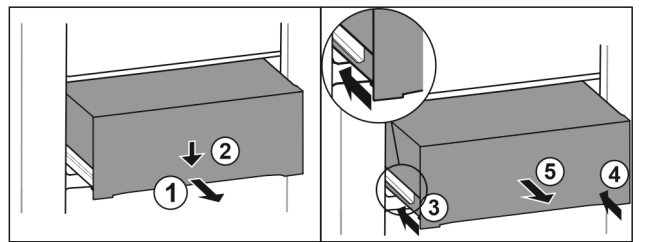

Fig. 153
- ▶ 将抽屉拉出一半。 Fig. 153 (1)
- ▶ 朝下按压正面的抽屉。 Fig. 153 (2)
- ▶ 将左侧轨道推入大约 2 cm。 Fig. 153 (3)
- ▶ 将右侧轨道推入大约 2 cm。 Fig. 153 (4)
- ▶ 朝前取出抽屉。 Fig. 153 (5)